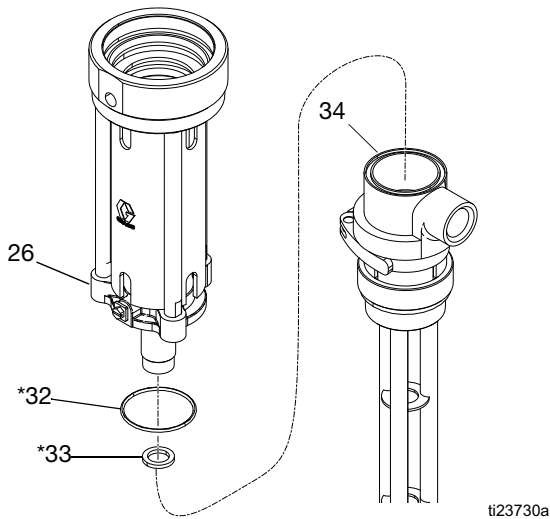

FIG. 23
12. Skruva av monteringsfläns (26) från pumpen (34). Avlägsna o-ring (32*) och PTFE packning (33*) från pumpkropp (34). Kontrollera alla delar och se efter om de är skadade. Se FIG. 23.